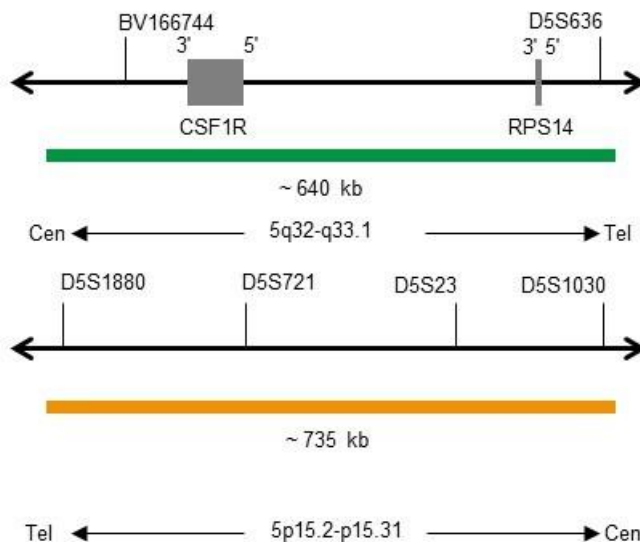

Abb. 1: Oben: SPEC CSF1R Sondenlokalisierung; Unten: SPEC D5S23,D5S721 Sondenlokalisierung (nicht maßstabgetreu)
- ZyGreen (Anregung 503 nm/Emission 528 nm) markierten Polynukleotiden (~10,0 ng/μl), die gegen Sequenzen in 5q32-q33.1* (chr5:149,274,320-149,913,159) gerichtet sind, welche die CSF1R-Genregion enthalten (siehe Abb. 1).
- ZyOrange (Anregung 547 nm/Emission 572 nm) markierten Polynukleotiden (~4,5 ng/μl), die gegen Sequenzen in 5p15.2-p15.31* (chr5:9,233,775-9,967,465) gerichtet sind, welche den D5S23,D5S721-Locus enthalten (siehe Abb. 1).